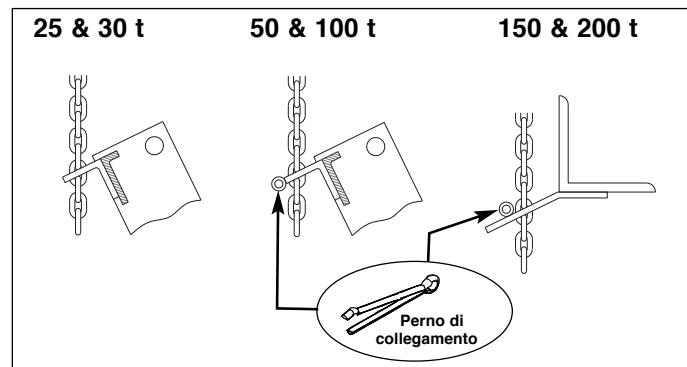

Figura 1, Catena e gancio di sollevamento.
2. Fare scorrere la catena di sollevamento (**J**) nel gancio sul basamento/piano di appoggio della pressa come illustrato in Figura 1. Installare il perno di collegamento (solo per i modelli da 50, 100, 150 e 200 ton).
- Deslice la cadena de elevación (**J**) en el gancho de elevación sobre el asiento/travesaño de la prensa como se muestra en la Figura 1. Instale el pasador de cierre (solo para los modelos de 50, 100, 150 y 200 toneladas).